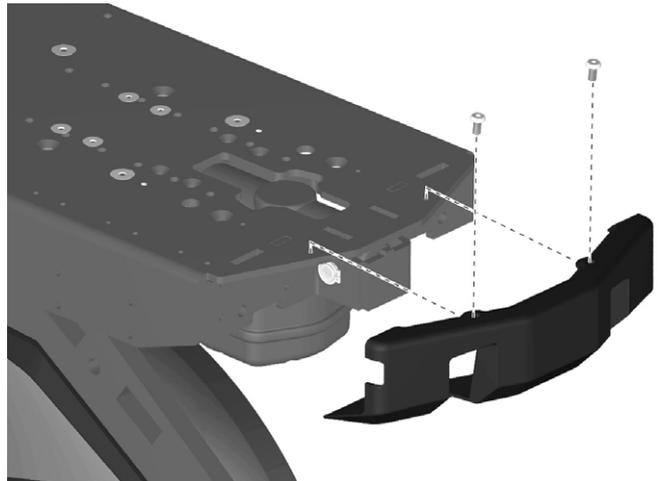

Abbildung 87. Der Klemmschutz wird mit fünf Schrauben montiert.
1. Klemmschutz mit den beiden Schrauben am oberen Blech montieren. Siehe Abbildung. 87.